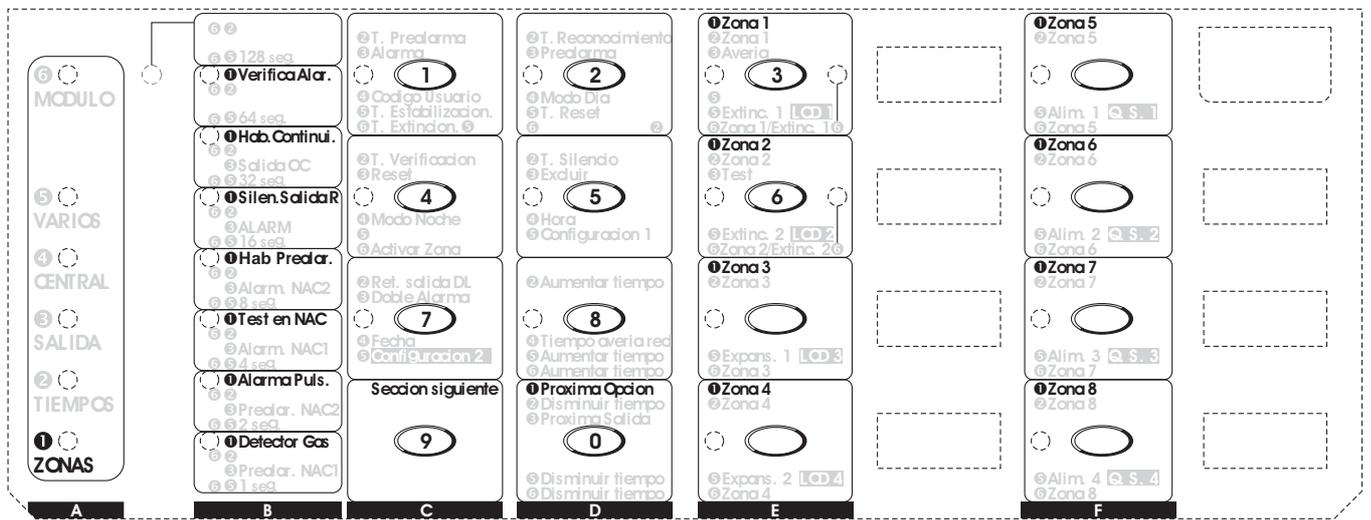

Figura 29 Programación de Zonas
Durante esta fase, los botones y los LEDs funcionarán según las opciones precedidas por ❶ en las ventanas de la Plantilla de Programación, vea la Figura 29.